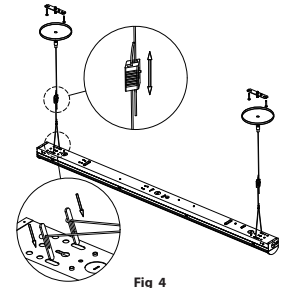
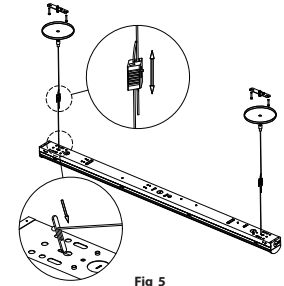

Fig 4
Fig 5
1. Please refer to Fig 4 and fig 5, select the ConnectChain and install them to fixture as shown.
Veuillez vous référer aux figures 4 et 5, sélectionnez la chaîne de raccordement et installez-les sur le montage comme indiqué.